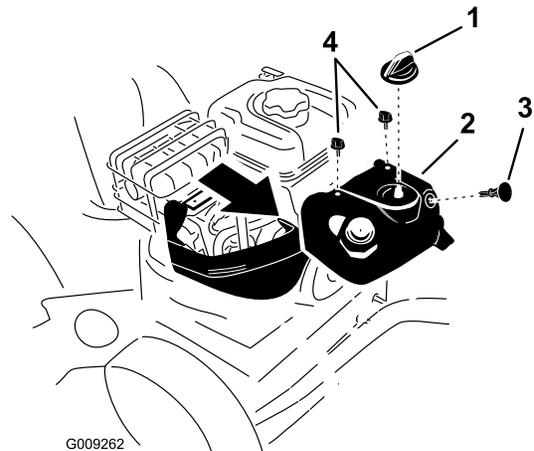

Bild 52
Hinweis: Nehmen Sie die obere Schneeabdeckung ab, um an die Zündkerze zu gelangen (Bild 52).
1. Nehmen Sie das Handrad des Chokes und den Zündschlüssel ab (Bild 52).
2. Nehmen Sie die zwei Schrauben ab, mit denen die obere Schneeabdeckung an der Schneefräse befestigt ist (Bild 52).